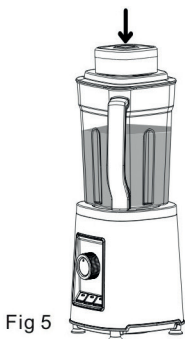

Fig 5
- Anbring vakuumpumpen (8) på vakuumlåget (2), og sørg for, at det sidder tæt, og at silikoneventilen på vakuumlåget er lukket. Tryk på knappen på vakuumpumpen for at starte vakuumprocessen. Fig 5. pumpen slukker automatisk, når processen er færdig. Fjern vakuumpumpen (8) bagefter.